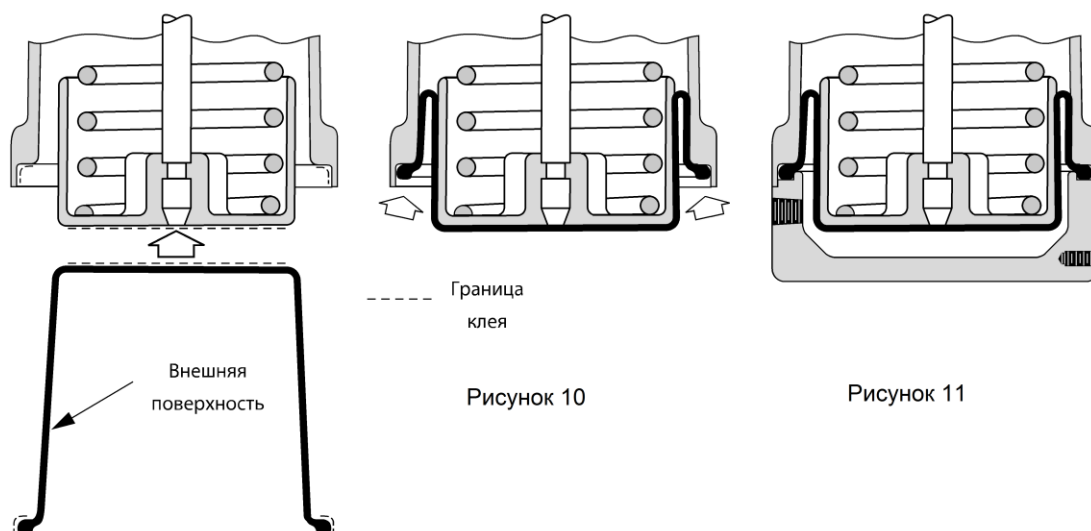

Рисунок 9
1. Нанести тонкий слой клея НЕОПРЕН (или его аналога) на края и внутреннюю часть мембраны (105), на поршень (108) и на край корпуса привода (103). (Внутренняя сторона мембраны, соприкасающаяся с поршнем, маркирована как «Piston Side» (сторона поршня); следите за тем, чтобы неопреновое покрытие наносилось только на плоские поверхности поршня (см. рисунок 9).
2. Выровняйте по центру и установите мембрану на поршень. Нанесите тальк на внешнюю поверхность мембраны (см. рисунок 9).